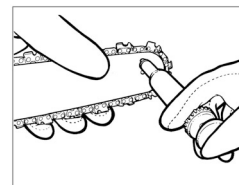

Fig. 14
3. Utilizando el dispensador desechable de lubricante, introduzca la punta del mismo en el orificio de lubricación e inyecte grasa hasta que sobresalga por el borde de la rueda dentada de la punta (Fig. 14).